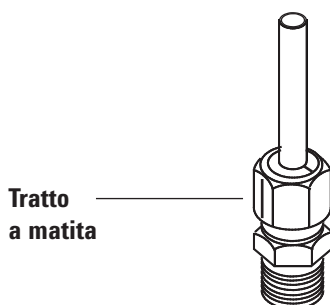

Figura 20 Contrassegno del raccordo
- 7 Contrassegnare il dado con una matita (Figura 20).